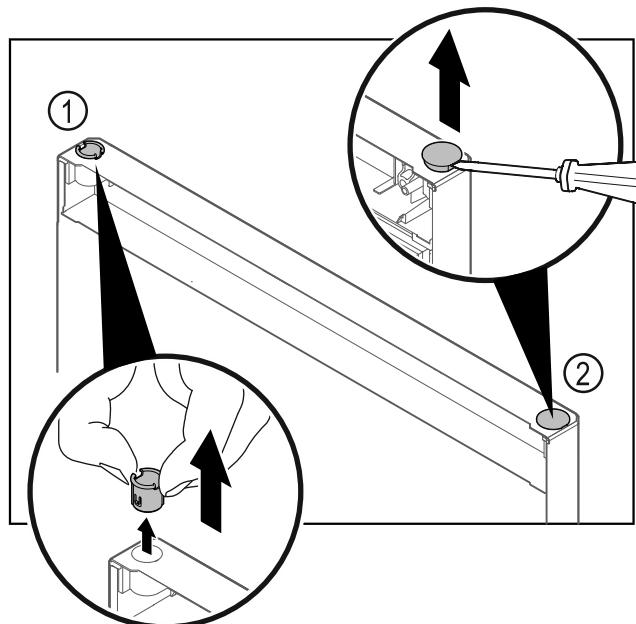

Fig. 28
- Изтеглете с пръсти втулката на пантата Fig. 28 (1).
- С плоска отвертка внимателно повдигнете покриващата тапа Fig. 28 (2) и я извадете.